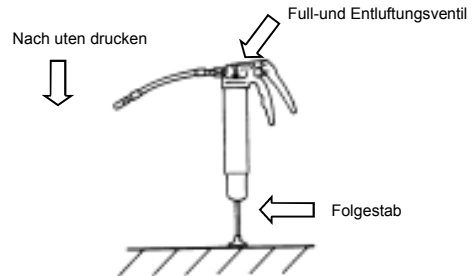

Fig 5
- 3) Stellen Sie die Presse mit dem Folgestab nach unten auf eine ebene Fläche, drücken die Presse fest nach unten (siehe Fig. 5). Etwas Fett wird austreten bevor die Luft austritt.